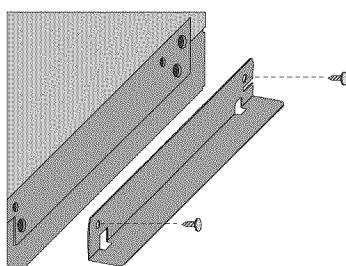

Figura 2B
3. Retire los 2 soportes de embarque para ducto (vea la Figura 2B) retirando los 4 tornillos que los aseguran. Reinstale los 2 tornillos (en cada lado) para asegurar la cubierta inoxidable.